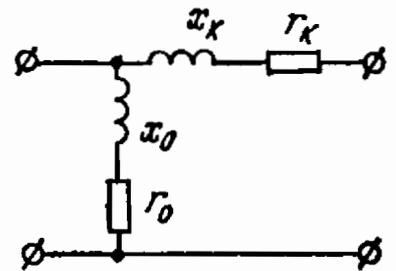

Рис. 11.7
11.7. Определить параметры Г-образной схемы замещения (рис. 11.7.) однофазного трансформатора номинальной мощности $S_n = 2,5$ кВА по данным опытов холостого хода и короткого замыкания: $U_{1н} = 220$ В, $U_{2н} = 127$ В, $I_{1хх} = 1,4$ А, $P_{хх} = 39$ Вт, $U_{1к} = 8,8$ В при $I_{1к} = I_{1н}$, $P_{кн} = 80$ Вт.